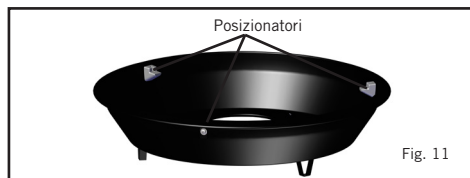

Fig. 11
- La griglia barbecue si posiziona su tre posizionatori pressofusi presenti nella bacinella per il grasso (Fig. 11).
- La padella chef si posiziona su tre posizionatori pressofusi presenti nella bacinella per il grasso (Fig. 11).
- Il Grill2Braai si posiziona su tre posizionatori pressofusi presenti nella bacinella per il grasso (Fig. 11).